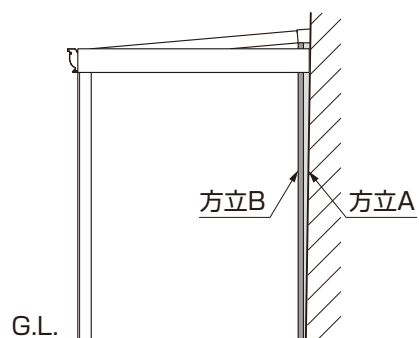

図1-6
- ① 躯体の状態によって方立A・Bを調整して位置出しを行なってください。(図1-6参照)